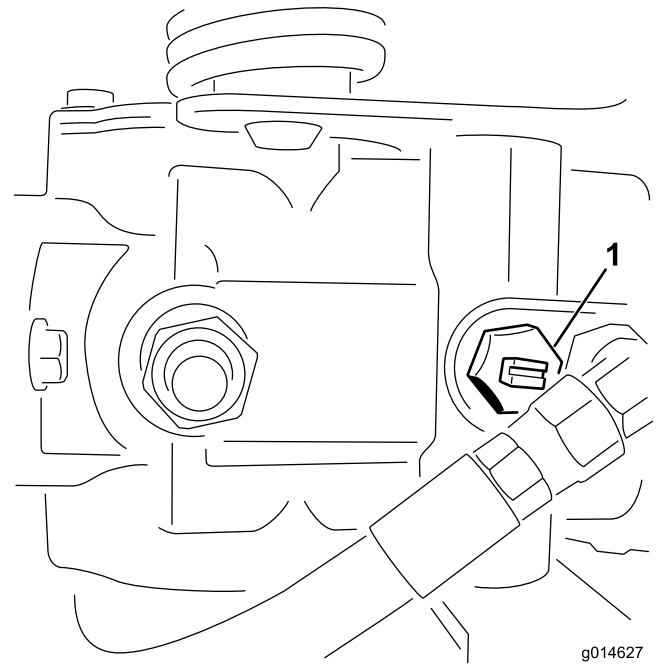

Figura 41
1. Localice la válvula de desvío en la bomba y gírela hasta que la ranura esté en posición vertical (Figura 41).
2. Antes de arrancar el motor, cierre la válvula de desvío girándola hasta que la ranura esté horizontal (Figura 41).